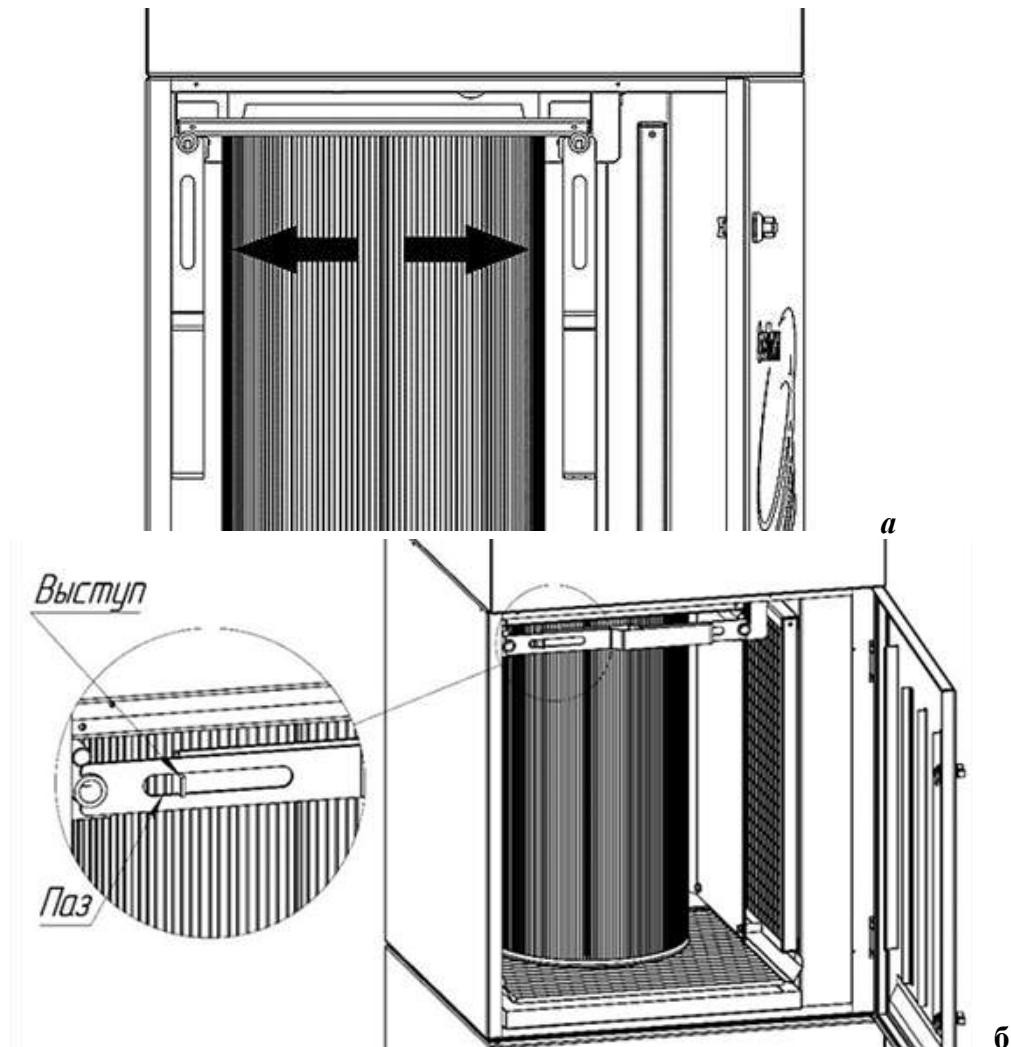

Рисунок 6
2) перевести рычаги в положение «открыто», как показано на рисунке 6а. Для этого необходимо выступы на рычагах (рисунок 6б) вывести из пазов, а рычаги повернуть в низ;
4) перевести рычаги в положение «закрыто», как показано на рисунок 6б. Для этого необходимо рычаги повернуть в горизонтальное положение, выступы завести в пазы;